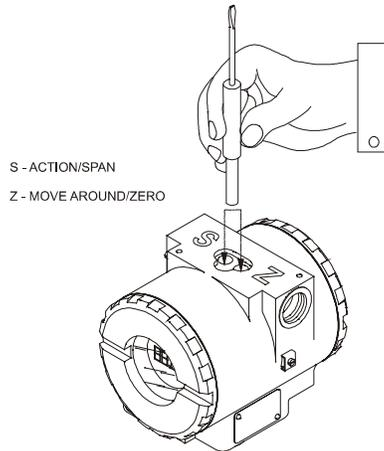

图 4.1 - 本地零点和量程调整以及本地调整开关
在变送器的标识牌下有两个孔，可以通过它使用磁性工具来激活两个磁性开关（见图 4.1）。
- ✓ 将磁性工具插入零点调整孔(**Z**)，见图 4.1